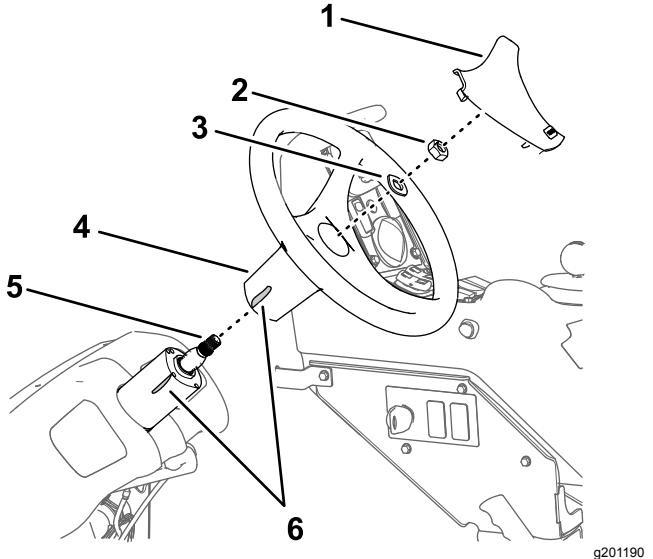

Рисунок 159
- Отметьте положение рулевого колеса на клапане рулевого управления отрезком ленты (Рисунок 159).
- Снимите крышку с рулевого колеса (Рисунок 159).
- Удалите гайку (5/8 дюйма) и шайбу (5/8 дюйма), которые крепят рулевое колесо к клапану рулевого управления, и снимите рулевое колесо (Рисунок 159).